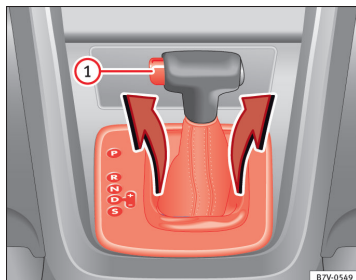

Fig. 197 Afmontering af skiftekulissens afdækning
- Træk afdækningen opad omkring gearvælgermanchetten ⇒ Fig. 197.
- Tryk på låseknappen ⇒ Fig. 197 ① på gearvælgerarmen, og bevæg gearvælgeren til position **N**.